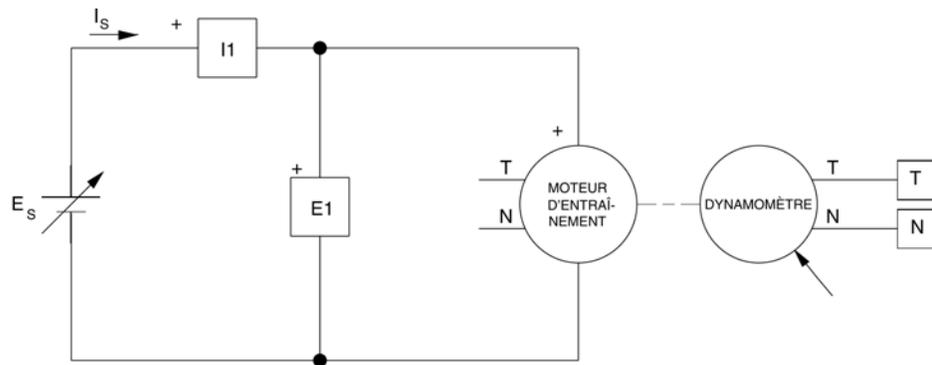

Figure 1-12. Moteur d'entraînement couplé à un dynamomètre.
Dans la première partie de cette expérience, vous allez monter l'équipement dans le Poste de travail, le raccorder comme à la figure 1-12 et effectuer les réglages appropriés sur les deux modules Moteur d'entraînement / Dynamomètre.
- 5. Raccordez les modules comme à la figure 1-12.